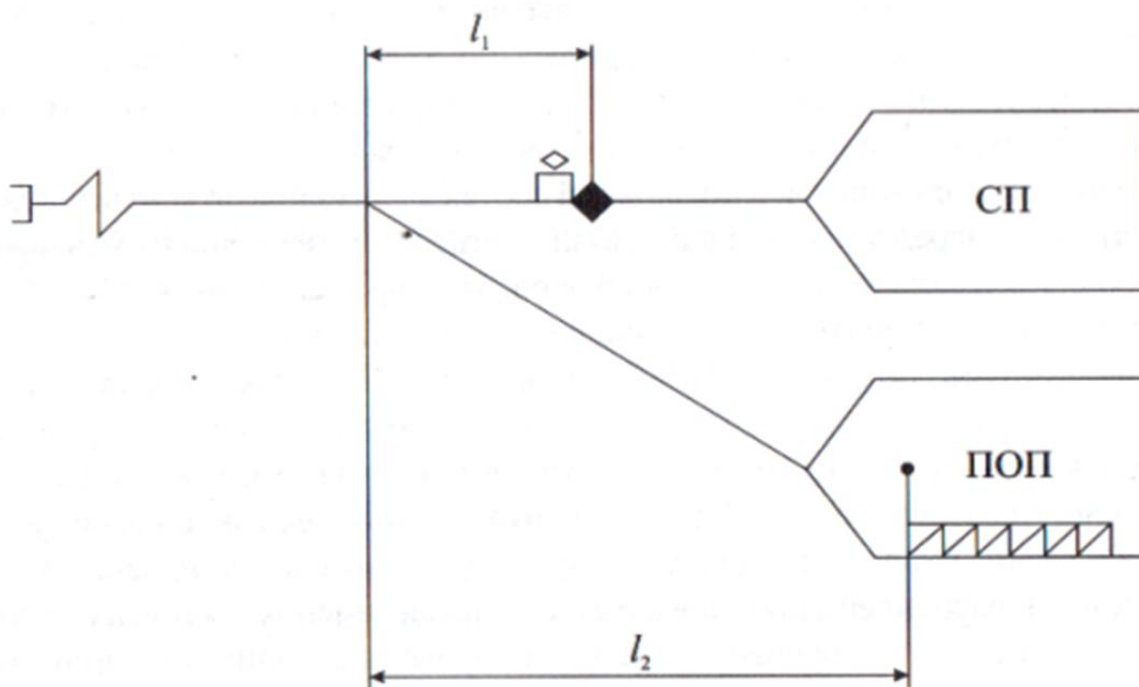

Рисунок 2.2 Схема расположения парков
**Исходные данные** приведены на рис. 2.2 и в табл. 2.2.